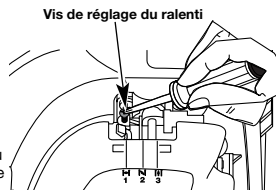

Fig. 35
La vitesse de ralenti du moteur est réglable à l'aide d'une vis de réglage accessible par un trou situé sur le dessus du couvercle du moteur (Fig. 35).
- Relâchez la manette des gaz et laissez le moteur tourner au ralenti. Si le moteur s'arrête, insérez un tournevis cruciforme entre la couverture du filtre à air et celle du moteur (Fig. 35). Tournez la vis du ralenti dans le sens des aiguilles d'une montre, 1/8 de tour à la fois (selon le besoin) jusqu'à ce que le moteur tourne au ralenti sans à-coups.